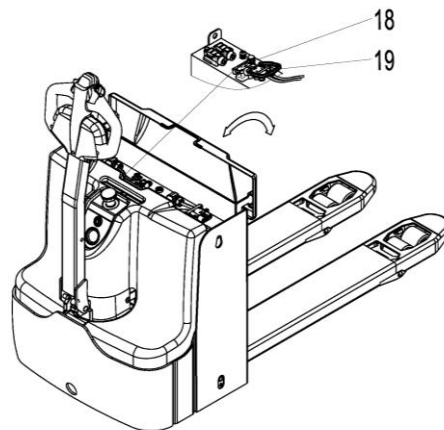

Рис. 14: Зарядка литий-ионного аккумулятора
- Отключите питание, соедините зарядный штекер аккумулятора (рис. 14, поз. 18) с разъемом
зарядного устройства (рис. 14, поз. 19).